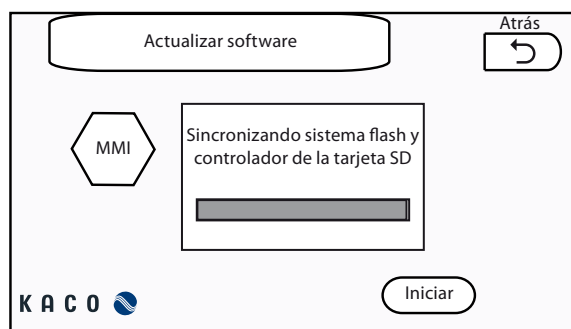

Figura 59: Barra de progreso del proceso de actualización
- » La MMI visualiza el progreso de la actualización (Figura 59).